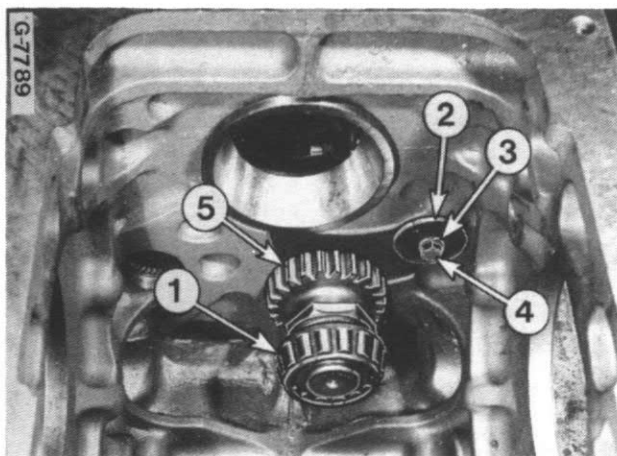
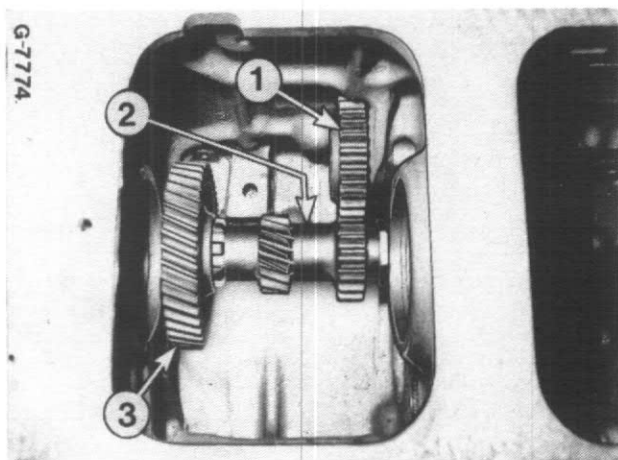

Figure 96
Figure 98
1. Roulement à rouleaux (21)
2. Rondelle de butée (20)
5. Pignon intermédiaire de gamme arrière (8)
Le diamètre du pignon (5, Fig. 96) correspond exactement à celui de l'alésage prévu pour le roulement (1). Prenez soin de ne pas endommager les dents du pignon ou le siège du roulement lors du glissement de l'arbre vers
l'arrière. Retirez la vis de fixation (4, Fig. 96) et la rondelle de butée (2).
Mettez en place le pignon fou de gamme arrière (1, Fig. 98) en orientant le côté arrondi des dents du côté du sélecteur de gammes. Insérez la rondelle de butée (2, Fig. 96).
Mettez en place le pignon (3, Fig. 98).